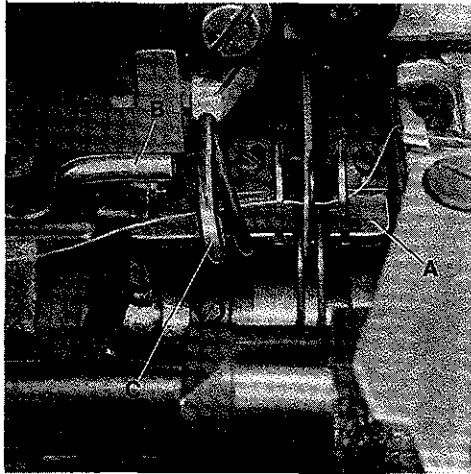
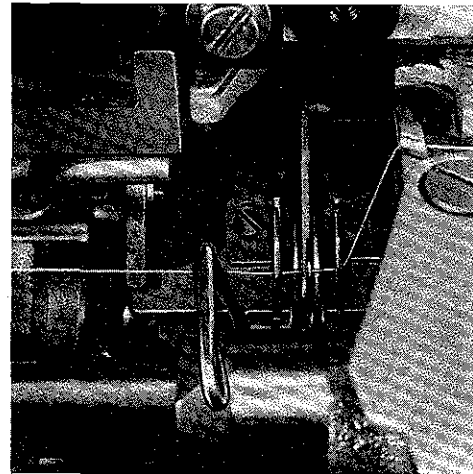
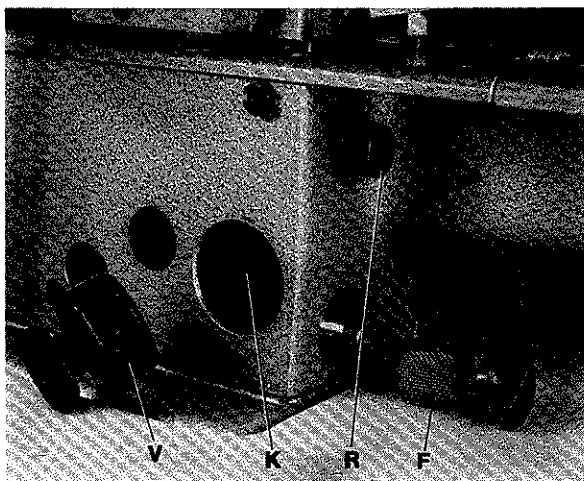

Fig.7
Fig.8
Fig.9
For easier threading of the looper thread, the cast-off plate (A, Fig. 7) will flip-up when pressing lever (B). After threading push the cast-off (A, Fig. 7) at lever (C) back to its home position (see Fig. 8).
For cleaning, the cast-off plate (A, Fig. 7) can be removed completely. Rotate pulley until the flat side of take-up points up. Flip-up cast-off plate by pressing lever (B) and turn out thumb screw (R, Fig. 9). Make sure that the cast-off plate is positioned above the flip-up spring when re-assembling.
Zum besseren Einfädeln des Greiferfadens kann die Faden-abzugsplatte (A, Fig. 7) durch Drücken des Hebels (B) nach oben ausgeschwenkt werden. Nach dem Einfädeln wird die Fadenabzugsplatte (A, Fig. 7) am Hebel (C) wieder in ihre Ausgangsstellung zurückgedrückt (siehe Fig. 8).
Zum Reinigen kann die Fadenabzugsplatte (A, Fig. 7) ganz herausgenommen werden. Drehen Sie am Handrad bis die flache Seite des Fadenaufnehmers oben ist. Schwenken Sie durch Drücken des Hebels (B) die Platte nach oben und drehen Sie die Rändelschraube (R, Fig. 9) heraus. Setzen Sie die Faden-abzugsplatte wieder so ein daß sie oberhalb der zum Hoch-drücken dienenden Feder liegt.
The oil filter (F, Fig. 9) has to be cleaned periodically in petroleum, according to its contamination. The oil filter can be removed by turning it counter-clockwise.
Chamber (K, Fig. 9) behind plug (V, Fig. 9) has to be cleaned periodically, according to its contamination.
Der Ölfilter (F, Fig. 9) muß periodisch, je nach Verschmutzung in Petroleum gereinigt werden. Der Ölfilter kann durch Drehen im Uhrzeigersinn entfernt werden.
Die Kammer (K, Fig. 9) hinter dem Verschlußstopfen (V, Fig. 9) muß periodisch, je nach Verschmutzung gereinigt werden.